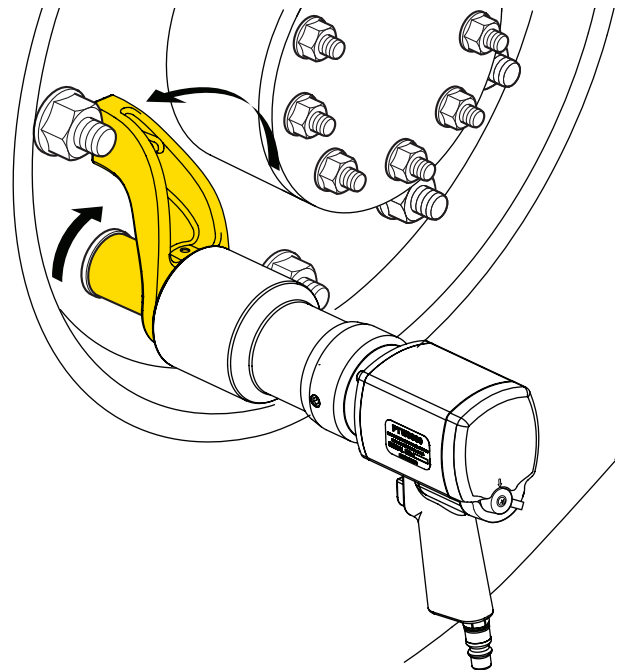

Fig. 8
9. Fig. 8 viser reaksjonsarmens posisjon når firkantdreivet roterer medurs.
11. Slik strammes en festeanordning (dreiemoment påføres i medurs retning): Sørg for at justeringsspaken er satt til posisjonen «F», og at reaksjonsarmen er plassert som vist i fig. 8. Trykk deretter avtrekkeren helt inn, og hold den inne til muttertrekkeren stanser.